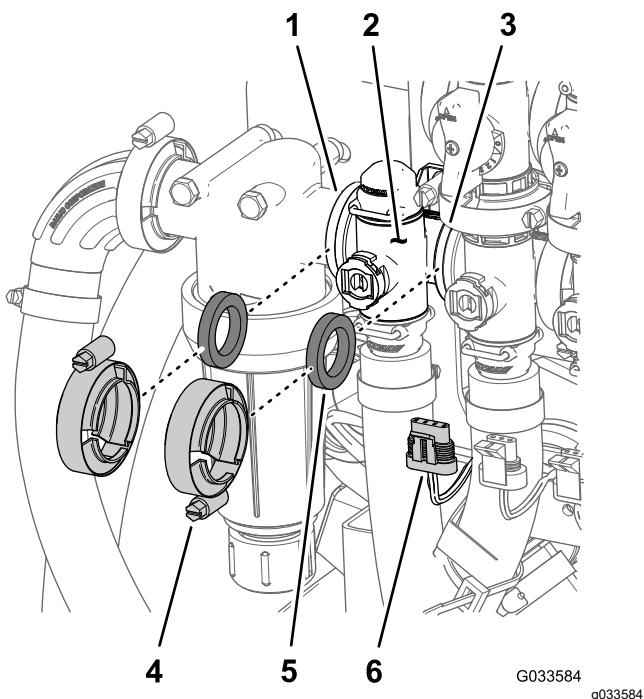

Figura 113
1. Retire os grampos e as juntas que prendem o coletor da válvula de controlo de aplicação (Figura 113) ao filtro de pressão e válvula de agitação.